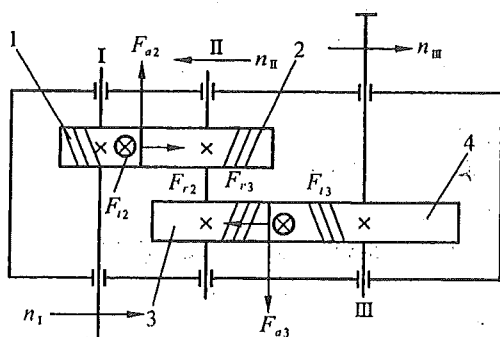

图 11-8
(1) 齿轮 3 为右旋, 齿轮 2, 3 的旋向如图 11-8 所示。
(2) 齿轮 2, 3 所受各分力方向如图 11-8 所示。